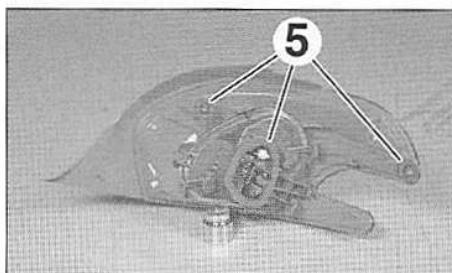

FIG.106
Procéder dans l'ordre inverse de la dépose. Vérifier la présence des joints d'étanchéité (5) (Fig.106).